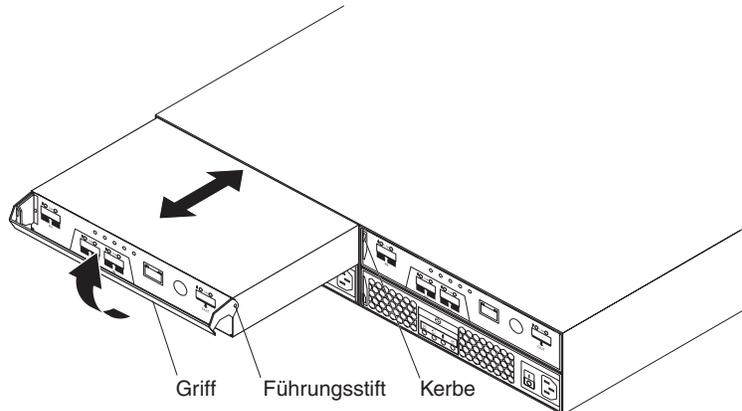

Abbildung 40. Controller entfernen und austauschen
- b. Ziehen Sie den Griff langsam vom Gehäuse weg, um den Controller aus der Position zu entfernen, wie in Abb. 40 dargestellt.
- b. Stellen Sie sicher, dass die Führungsstifte an der Seite des Controllers in die Kerben am DS3200-Gehäuse eingesetzt sind. Siehe Abb. 40 auf Seite 76.